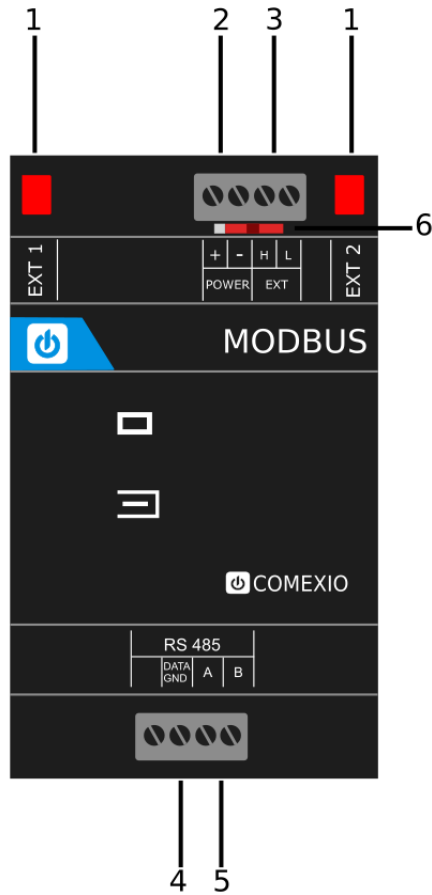

Bild 1/Figure 1
1. Verbinden Sie die COMEXIO Modbus-Bridge mit Ihrem bestehenden System über ein Extension-Verbinder-Kabel (ZC008) oder über eine geschirmte Leitung z. B. CAT7 (Punkt 1, 2 und 3 in Bild 1).
2. Schieben Sie beim ersten und beim letzten Gerät den Codierschalter nach links und bei allen anderen Geräten nach rechts (Punkt 6 Bild 1).
1. Connect the COMEXIO Modbus-Bridge to your existing system using an extension connector cable (ZC008) or a shielded cable, e.g. CAT7 (point 1, 2 and 3 in Fig. 1).
2. Slide the coding switch to the left for the first and last device and to the right for all other devices (point 6 Fig. 1).
Übersicht (Bild 1)
Overview (Figure 1)